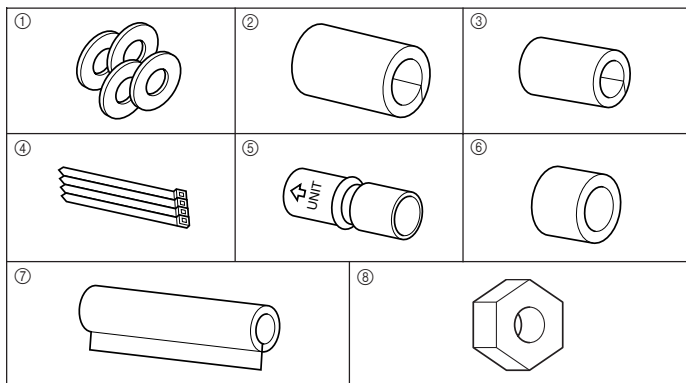

Fig. 3-1
3.1. Ελέγξτε τα εξαρτήματα της εσωτερικής μονάδας (Fig. 3-1)